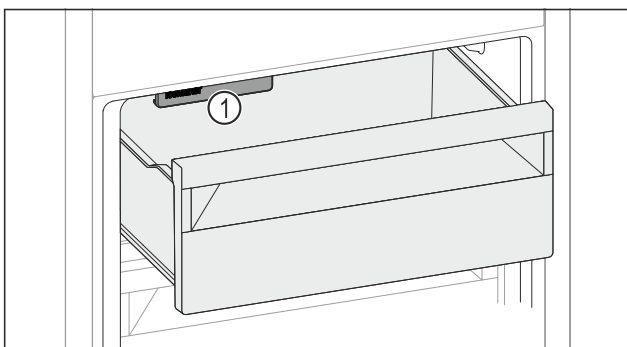

Fig. 131
- ▶ Внимавайте за IceMaker Fig. 131 (1).